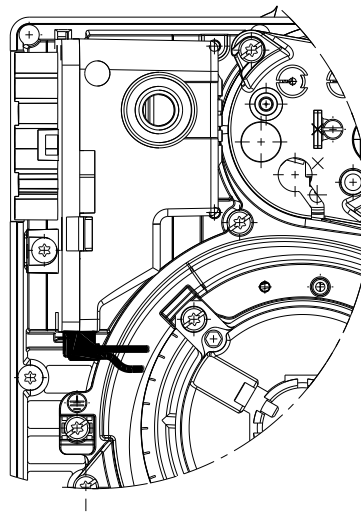

Fig. 24
- Verificați inserarea corectă a conectorilor conexiunilor urmând simbolismul afișat pe partea inferioară a comenzii flăcării: asigurați-vă că conectorii sunt introduși complet împingându-i până la capăt, fiecare în poziția proprie. Toți conectorii trebuie să fie cu cablurile de conectare orientate spre interiorul arzătorului (consultați Fig. 24).